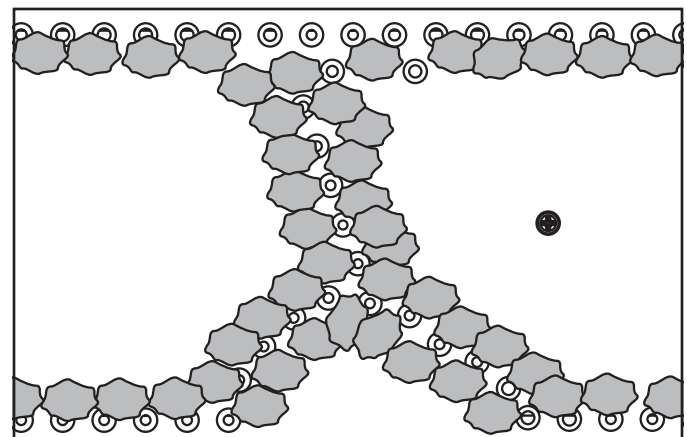

Figure 14.10 Braises recouvrant partiellement les orifices du brûleur (propane seulement)
- **Propane seulement :** Placez les morceaux de braise Embers® de la taille d'une pièce de cinq centimes de façon à ce qu'ils recouvrent partiellement les orifices du brûleur (voir la figure 14.10). Le recouvrement partiel par les braises permettra d'obtenir un bon contact avec les flammes.